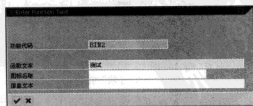

图 12-41 设置“函数文本”
STEP 6 在弹出的对话框中输入“函数文本”，可以选择图标，但在选择图标后，该按钮仅显示图标，文本则做提示，如图 12-41 所示。